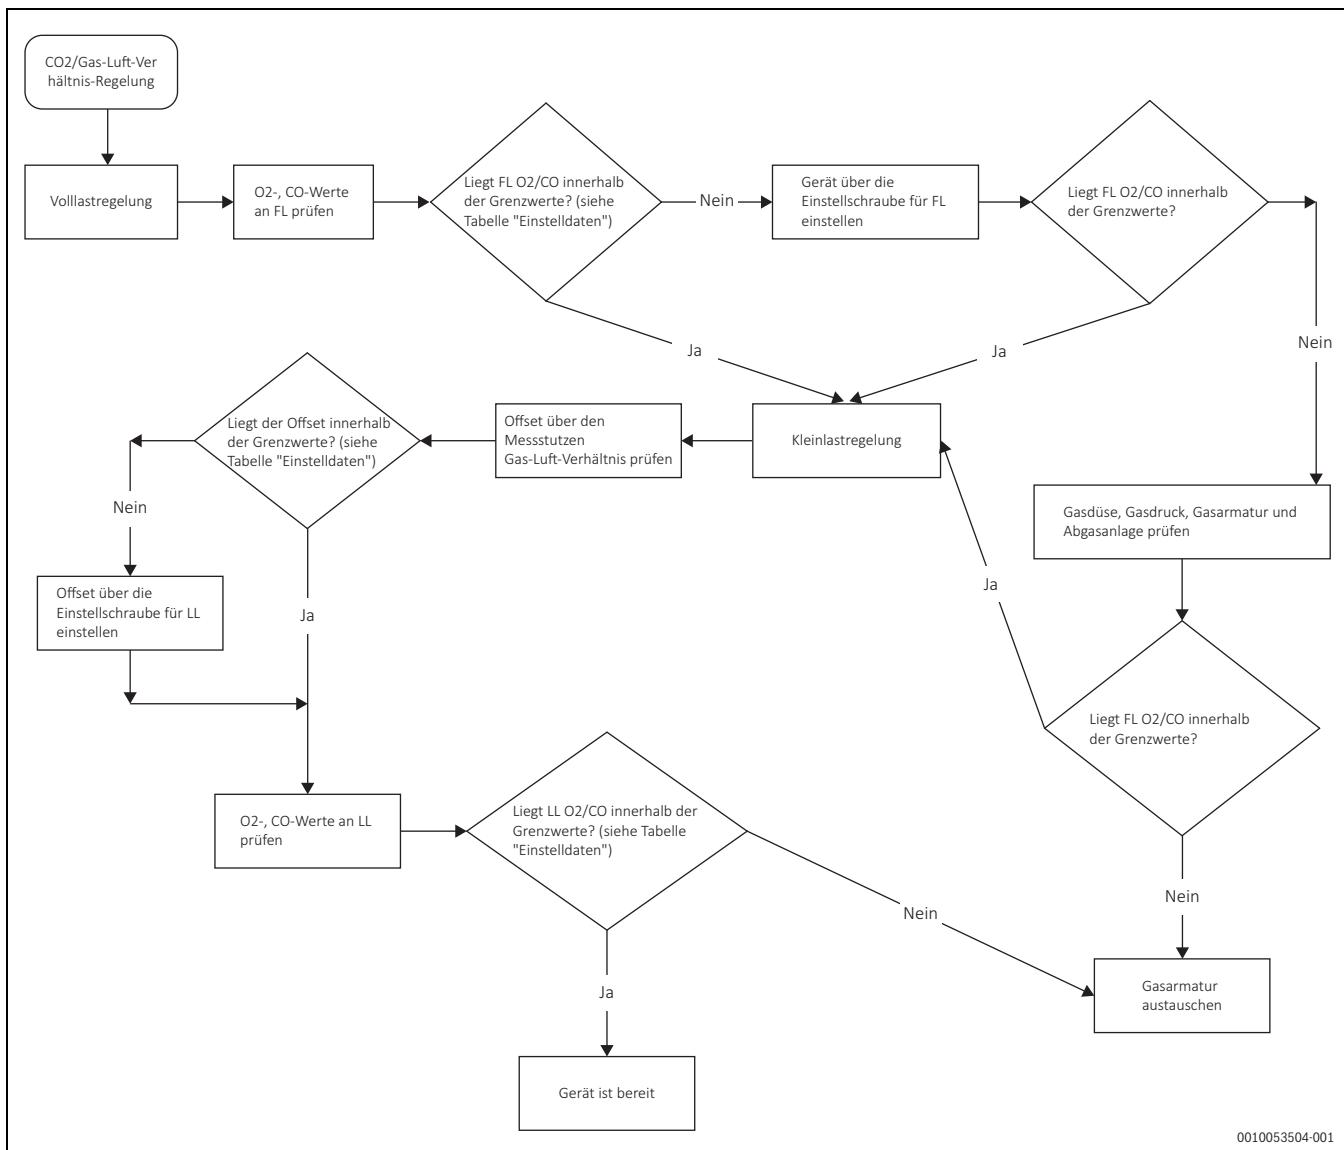

Bild 35 Ablaufdiagramm Einstellanleitung
Die Einstellschraube des Geräts wurde werkseitig verplombt. Hier sind keine Einstellungen vorgesehen. Bei defekter Plombe entsprechend der Einstellanleitung vorgehen (→ Bild 35 "Ablaufdiagramm Einstellanleitung").
- Bevor Einstellungen an der Gasarmatur vorgenommen werden, Schritte aus der Einstellanleitung laut Ablaufdiagramm (→ Bild 35 "Ablaufdiagramm Einstellanleitung") ausführen.